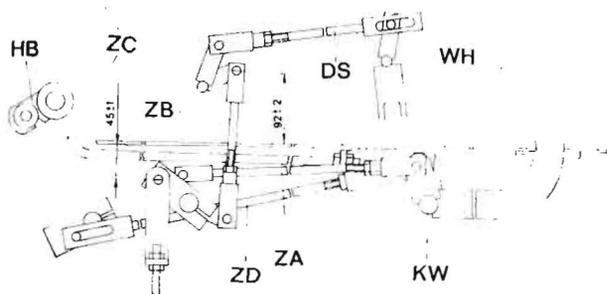

Bild 6/28
- Länge der Zugstange ZA (Bild 6/28) einstellen, daß bei Ruhelage der Kupplungswelle KW das Maß $a = 45 \pm 1$ mm erreicht wird.
- Abtank- und Schneidwerkkupplung einrücken und Kupplungspedal soweit durchtreten, daß das Maß a um etwa 18 mm auf 27–1 mm verkürzt wird. (Bild 6/28).